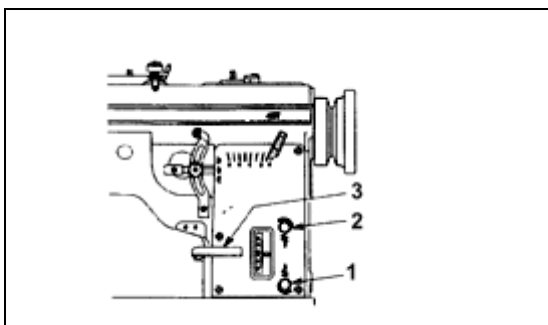

Fig. 22
Para regular o comprimento do ponto para avanço para frente, gire o pino do parafuso regulador de comprimento de ponto (1), Fig. 22, no sentido horário para encurtar o comprimento do ponto e no sentido anti-horário para alongar o comprimento do ponto.
Para regular o comprimento do ponto para alimentação em reverso, gire o pino do parafuso regulador de comprimento do ponto (2), Fig. 22, no sentido horário para encurtar o comprimento do ponto e no sentido anti-horário para alongar o comprimento do ponto.